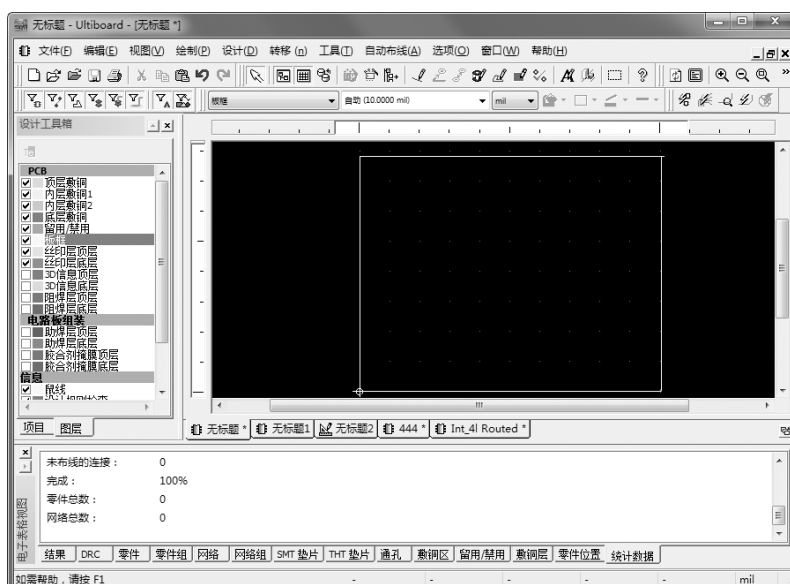

图 11-26 绘制好的 PCB 边框
2) 当放置的线组成了一个封闭的边框时，就可以结束边框的绘制。右键单击或者按〈Esc〉键退出该操作，绘制好的 PCB 边框如图 11-26 所示。